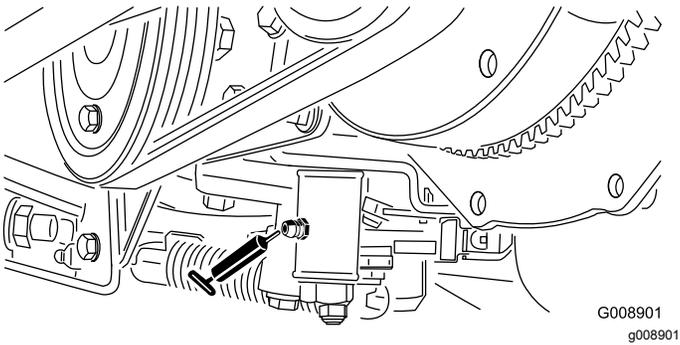

Рисунок 63
- Механизм регулировки нейтрали (Рисунок 63)